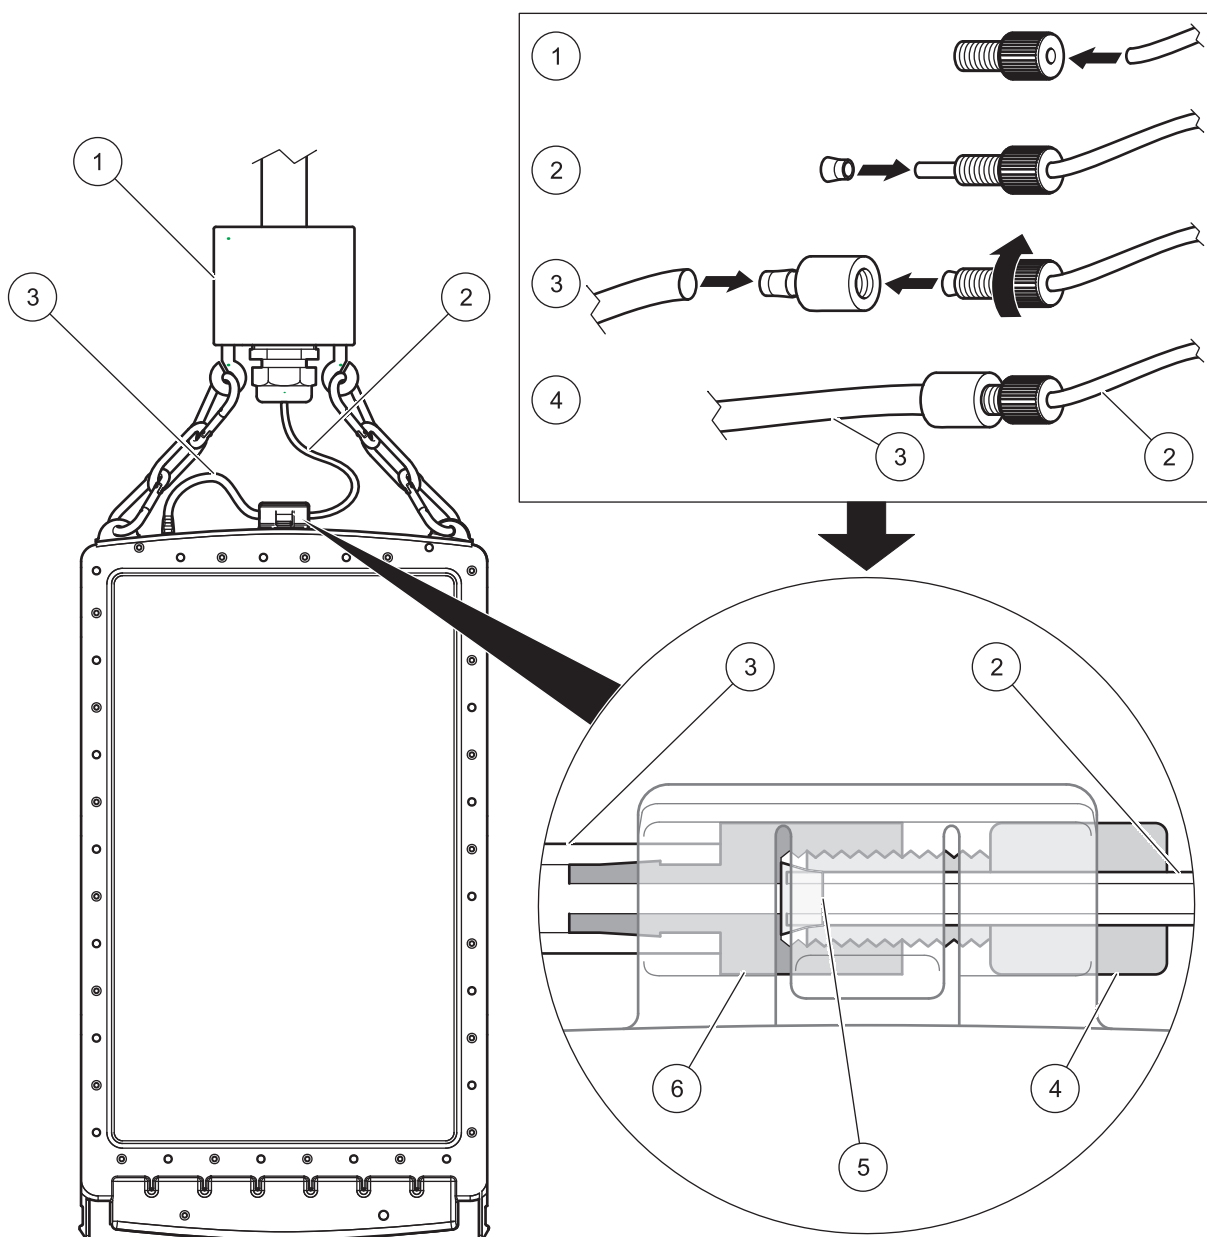

Abbildung 19 Filtermodul in Betrieb nehmen
2. Packen Sie das Filtermodul aus und hängen Sie es mit den Karabinerhaken an den Modulträger (siehe Abbildung 19, Pos. 1).
3. Schließen Sie den Probenschlauch gemäß Abbildung 19 an.